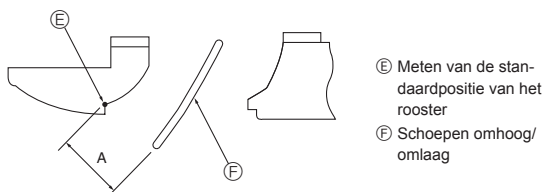

Fig. 8-10
- Beweeg voorzichtig de schoepen omhoog/omlaag binnen het aangegeven bereik om de richting van de luchtstroom aan te passen. (Fig. 8-10)